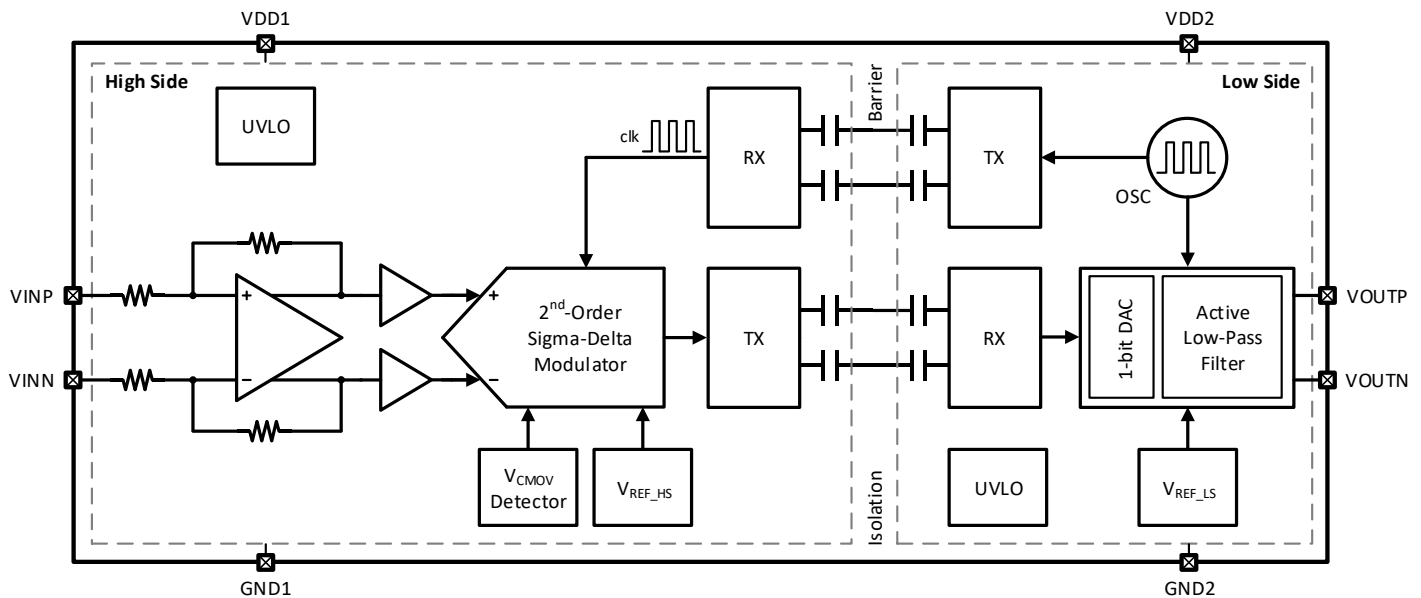

图 9-1 CA-IS1300x 功能框图
CA-IS1300x 器件是为基于分流电阻的电流检测而优化的高精度隔离式运放。功能框图如图 9-1 所示。在高边，全差分运放先对分流电阻上的压降预放大然后驱动二阶 Sigma-Delta ( $\Sigma\Delta$ ) 调制器。该调制器将模拟信号转换成数字位流。为了在基于二氧化硅的隔离层的信号传输，数字位流通过使用简单的开关键控 (OOK) 调制方案和高频载波进一步调制。接收机 (RX) 在低边将接收到的调制信号恢复成原始的数字位流。经过 1 位数模转换器 (DAC) 处理后，数字位流被送到有源低通滤波器继而产生模拟输出。为了整个芯片的同步，时钟在低边产生并发送回高边，确保所有的时钟同源。